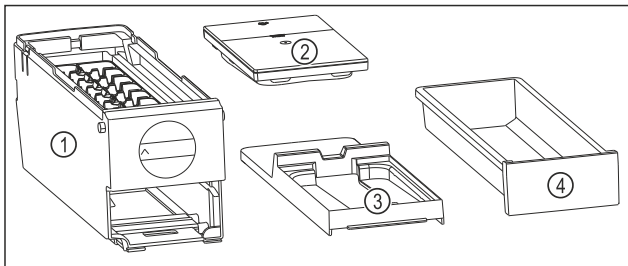

Fig. 107 Sastavni dijelovi sustava EasyTwist-Ice
- EasyTwist-Ice je rastavljen u četiri dijela. (pogledajte Fig. 107)
- Sustav EasyTwist-Ice rastavite samo u dijelove prikazane slikom. (pogledajte Fig. 107)
- Tijelo sustava EasyTwist-Ice Fig. 107 (1) čistite kao cjelinu.